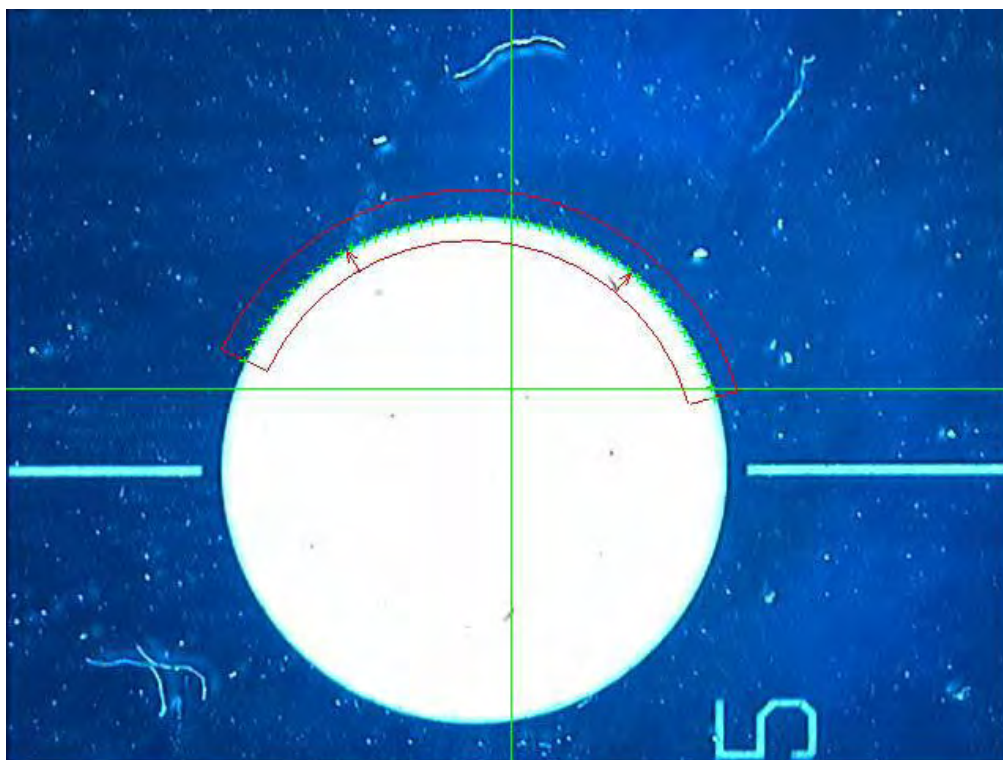

Figure 3-10
- II. Cliquer avec le bouton gauche de la souris lorsque le curseur se trouve au centre de l'arc souhaité et le maintenir enfoncé tout en déplaçant le curseur à l'extérieur de l'arc (un anneau apparaît comme sur la Figure 3-10 et vous pouvez déplacer le curseur pour changer le diamètre de l'anneau), puis cliquer à nouveau avec le bouton gauche pour déterminer le diamètre de l'anneau autour de l'arc. Vous pouvez également cliquer à trois endroits différents du périmètre de l'arc pour dessiner un anneau.